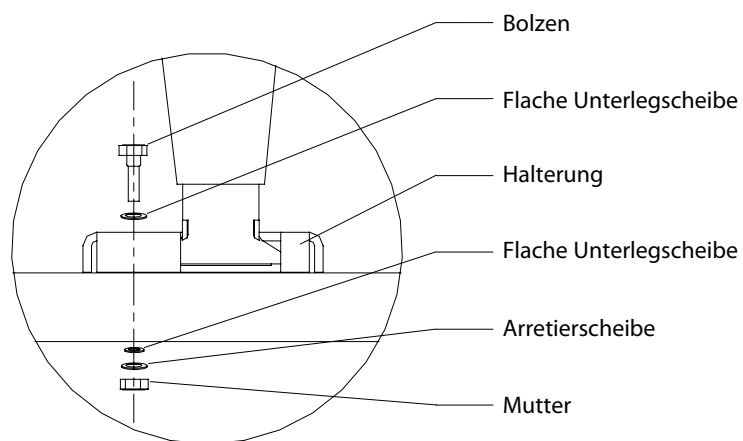

BILD 2: HHB 2 Ofen auf TurboChef Transportwagen
Siehe Bild 2 auf Seite 4.
4. Jeden Gerätefuß durch Angleichen der Halterung an die Lochungen auf dem Transportwagen sichern, dann mit den in Bild 2 aufgelisteten Teilen befestigen.
3. Wenn Geräte auf einem Gerätewagen gestapelt werden sollen, muss der untere Ofen auf dem Wagen festgeschraubt und die Wagenrollen festgestellt werden (Bild 2).